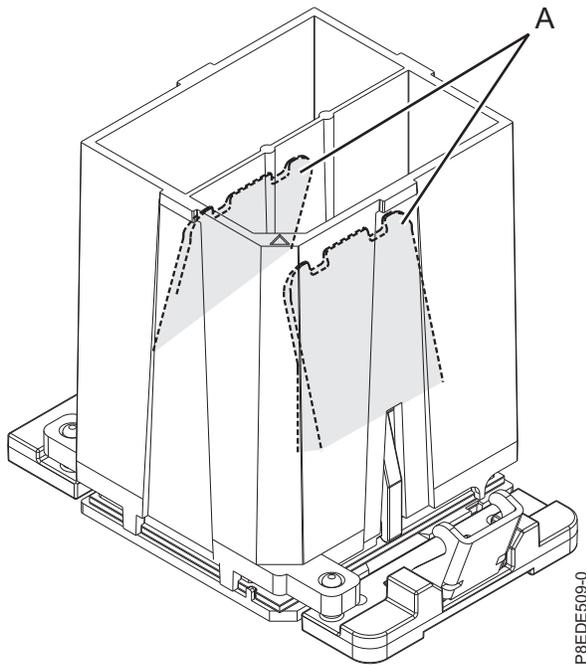

Figure 192. Retrait de l'outil du module processeur système
- c. Une fois que les trous et les broches de guidage de l'outil et du module processeur système sont correctement alignés, appuyez sur les deux pattes de déverrouillage de couleur bleue (A) et maintenez cette pression jusqu'à ce qu'une butée soit atteinte, comme illustré dans la figure 192, à la page 171. Ensuite, soulevez l'outil hors du module processeur système.